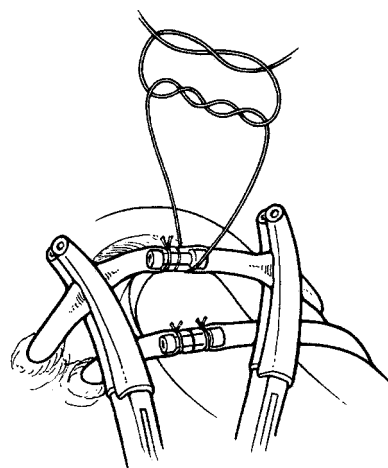

Figura 4-23. Suturați conectorul
5. Utilizați un nod chirurgical cu dublă trecere peste mână, urmat de minimum două treceri simple, pentru a atașa tuburile de conector (**Figura 4-23**).